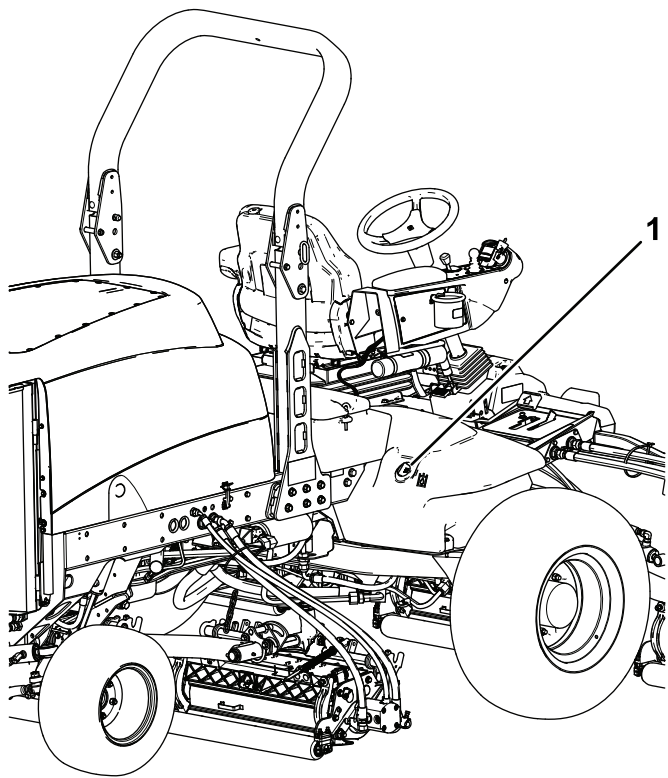

Bild 119
2. Reinigen Sie den Bereich um den Füllstutzen und den Deckel des Hydraulikbehälters (Bild 119).